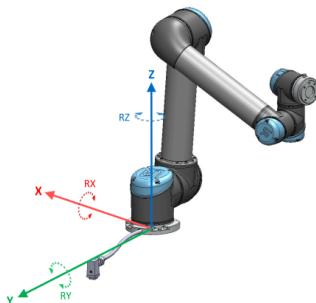

Figura 17.1: Recurso de base
- O Recurso Base está localizado com origem no centro da base do robô (consulte a figura 17.1)